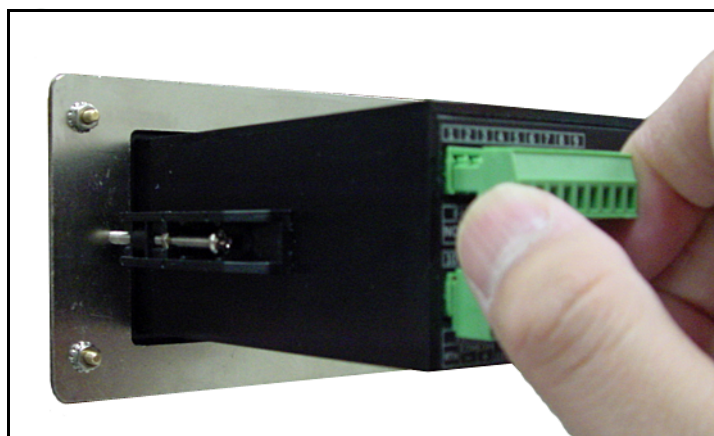

Figure 30: Verwijderen van de bovenste connector
1. Verwijder de connector van het bovenste aansluitblok aan de achterkant van de **dew.IQ** (zie *Figure 30* hieronder).
1. Verwijder de connector van het bovenste aansluitblok aan de achterkant van de **dew.IQ** (zie *Figure 30 on page 24* hieronder).